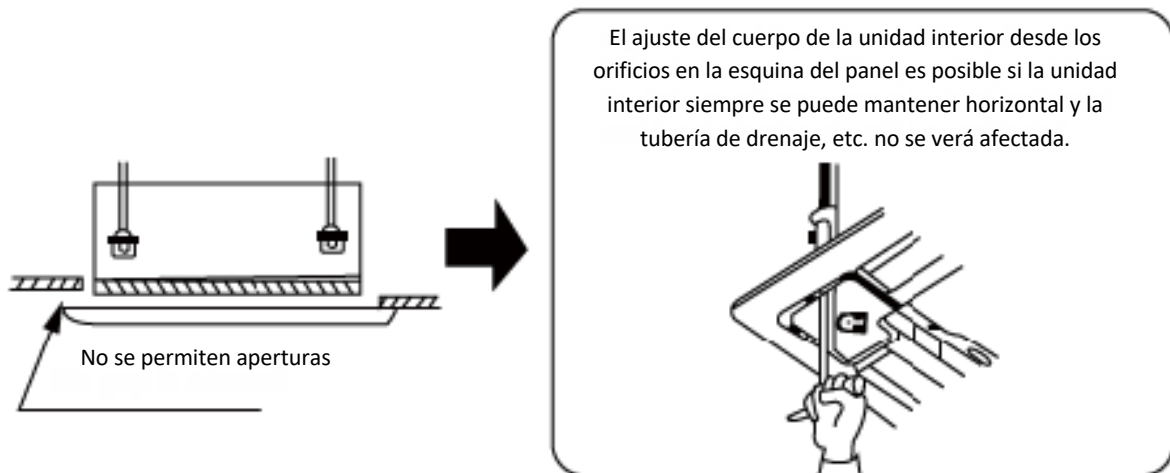

Fig. 33
- (3) Si todavía existe un hueco entre el techo y el panel después de apretar los tornillos, reajuste la altura de la unidad interior. (Fig. 33)